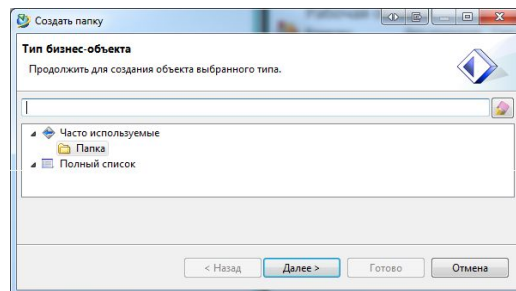

Рис. 8
4. В окне **Создать папку** щелкнуть по объекту **Папка** и на кнопку **Далее** (Рис.8)